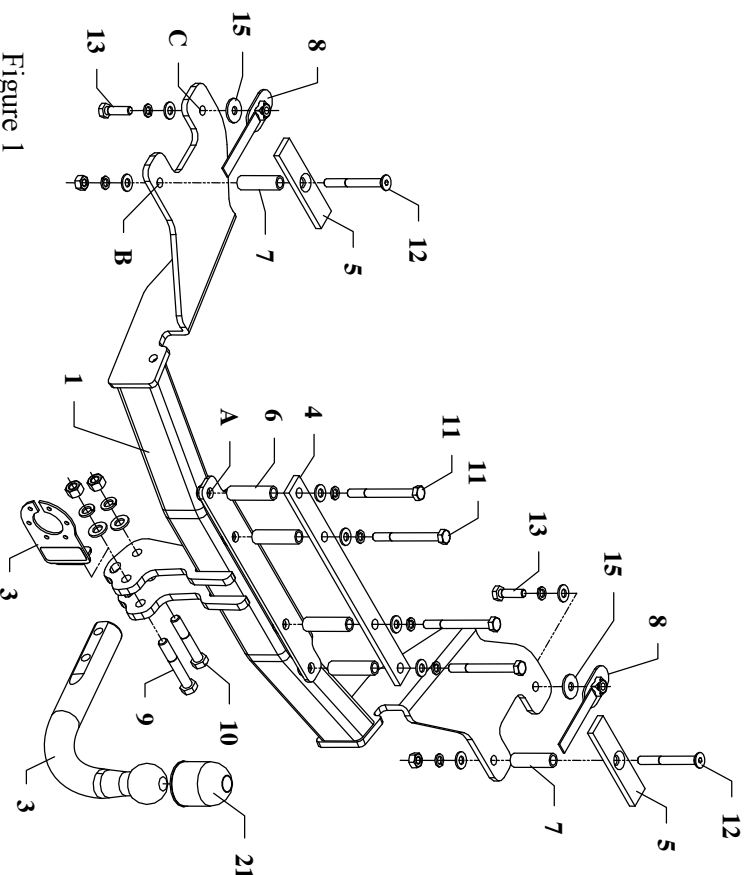

Figure 1
6. Placer la poutre principale de l'attelage (pos. 1) au châssis du véhicule de manière que les trous A coïncident avec les trous percés dans le renfort. Placer les douilles d'écartement (pos. 6) et l'éclisse (pos. 4) du côté du coffre et serrer de manière lâche à l'aide des vis M10 x M100mm (pos. 11) comme indiqué sur la figure 1.
9. Placer les douilles d'écartement (pos. 7) avec les éclisses (pos. 5) et des vis M10x90mm (pos. 12) du côté du coffre. Serrer de manière lâche.
10. Faire glisser les écrous sur le bras long (pos. 8) aux longerons et serrer à l'emplacement des points C à l'aide des vis M10x35mm (pos. 13) comme indiqué sur la figure 1.